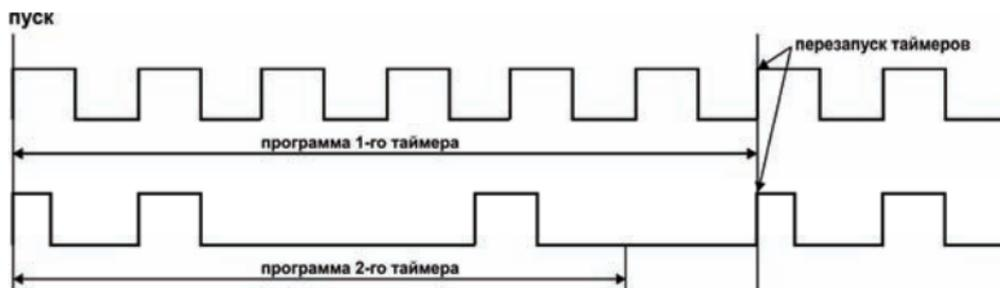

Рисунок 16
3.1.6.3 При « $rEST$ »=2 оба таймера перезапустятся после окончания выполнения программы первого таймера (рисунок 16).